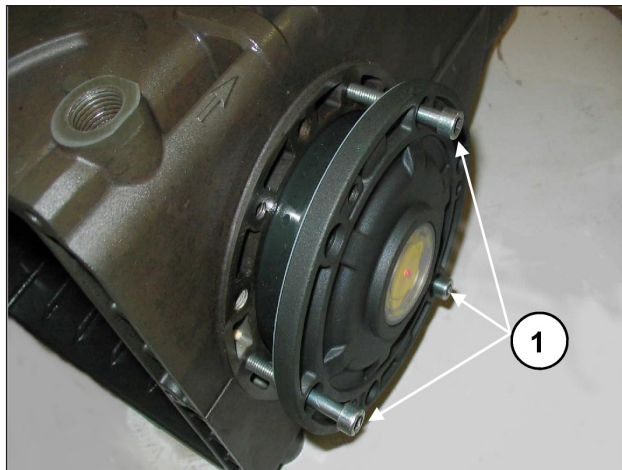

图8
为了便于第一部分的注油和盖子在泵壳的插入，建议使用3个部分螺纹的M6×40螺丝(图8, ①)，然后使用附带的螺丝(M6X16)完成操作。
将两个侧盖靠近曲轴箱时，可如上所述(图8)在初步定向阶段时使用3个M6X40螺丝，并在最后固定时使用预定的螺丝。在连杆已连接时，轴的转动扭矩不得超过8牛米的数值。